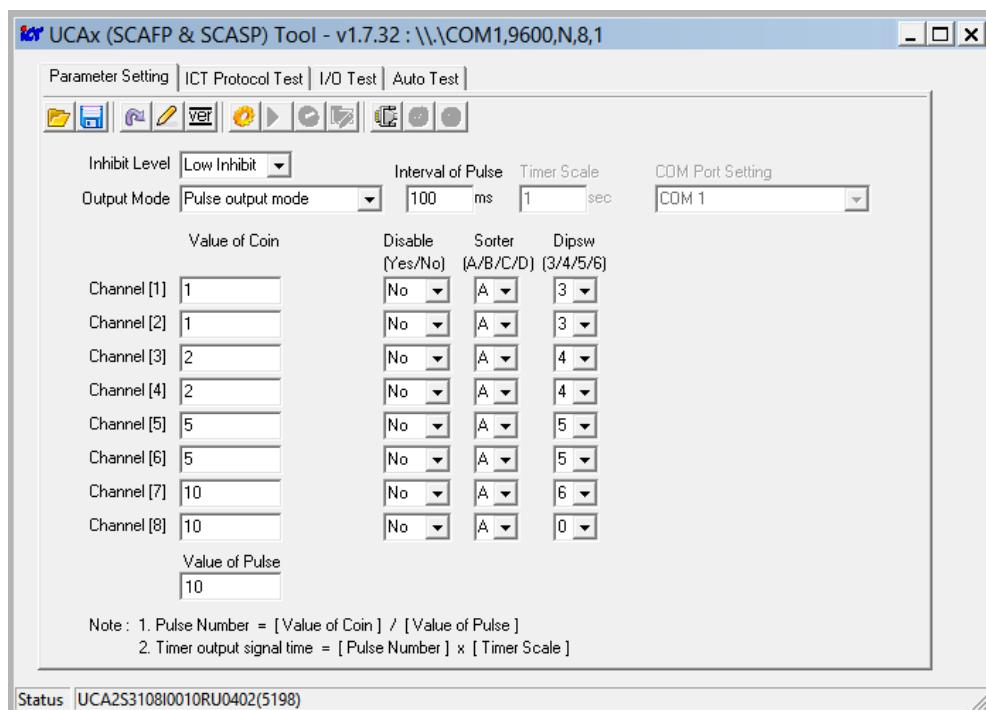

Рисунок 33. Внешний вид окна программы с установленными настройками (приведен пример конфигурации на прием суммы 10 рублей)
- На ПК установите и запустите приложение для настройки параметров картоприемника ***«UCAx Tools»***. Внешний вид окна приложения показан на рис. 33, связь с монетоприемником устанавливается автоматически сразу после запуска приложения.
- нажмите кнопку **Read current version from UCA1**, в строке **Status** будет показана текущая версия ПО – например, *UCA2S3801/0010(5198)* (см. рис. 33);
- в таблице в столбцах **Value of Coin**, **Disable**, **Sorter**, **Dipsw** установите для каналов монетоприемника (от 1-го до 8-го) номиналы монет и соответствующие им параметры, как показано на рис. 33.
5. В поле **Value of Pulse** введите сумму, которую необходимо внести пользователю для прохода (на рис. 33 показан пример суммы в 10 рублей).